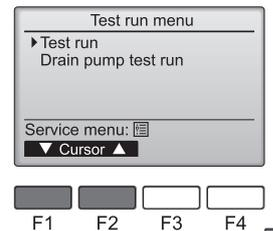

Fig. 7-2
- ② 从运行测试菜单选择“Test run”（运行测试），然后按下 [选择] 按钮。（Fig. 7-2）
- ③ 运行测试操作开始，并且显示运行测试操作画面。